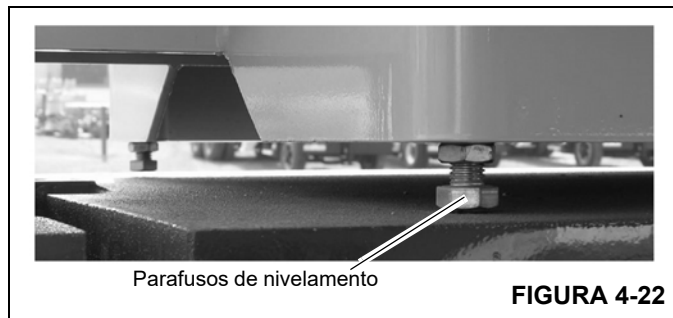

FIGURA 4-22
9. Ajuste os quatro parafusos de nivelamento do contrapeso (Figura 4-22) para eliminar qualquer movimento relativo entre o contrapeso e a mesa giratória.